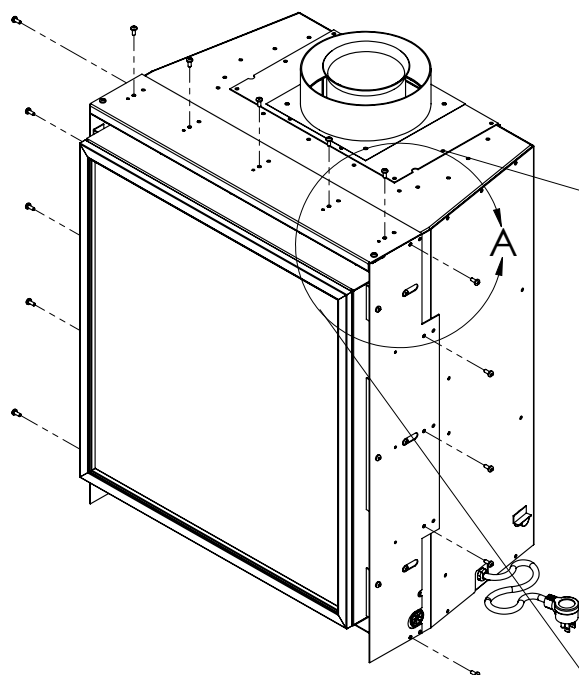

Figure 26: Dépose des vis d'extension.
1. Avec un tournevis T20, retirez les cinq (5) vis qui fixent le Haut Extension du Cabinet (voir figure 26).
2. Retirez les cinq (5) vis de chaque extension latérale (voir figure 26).